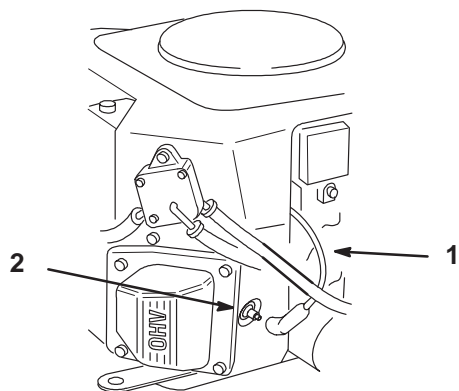

Figure 37
2. Débranchez les fils des bougies (Fig. 37). Nettoyez la surface autour des bougies pour éviter que des impuretés n'endommagent le moteur en tombant à l'intérieur.
3. Connectez les fils aux bougies (Fig. 37).